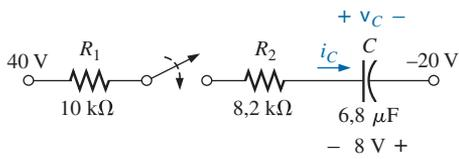

Figura 10.104 Problema 32.
- *32. O capacitor na Figura 10.104 está inicialmente carregado com 8 V, com a polaridade mostrada.